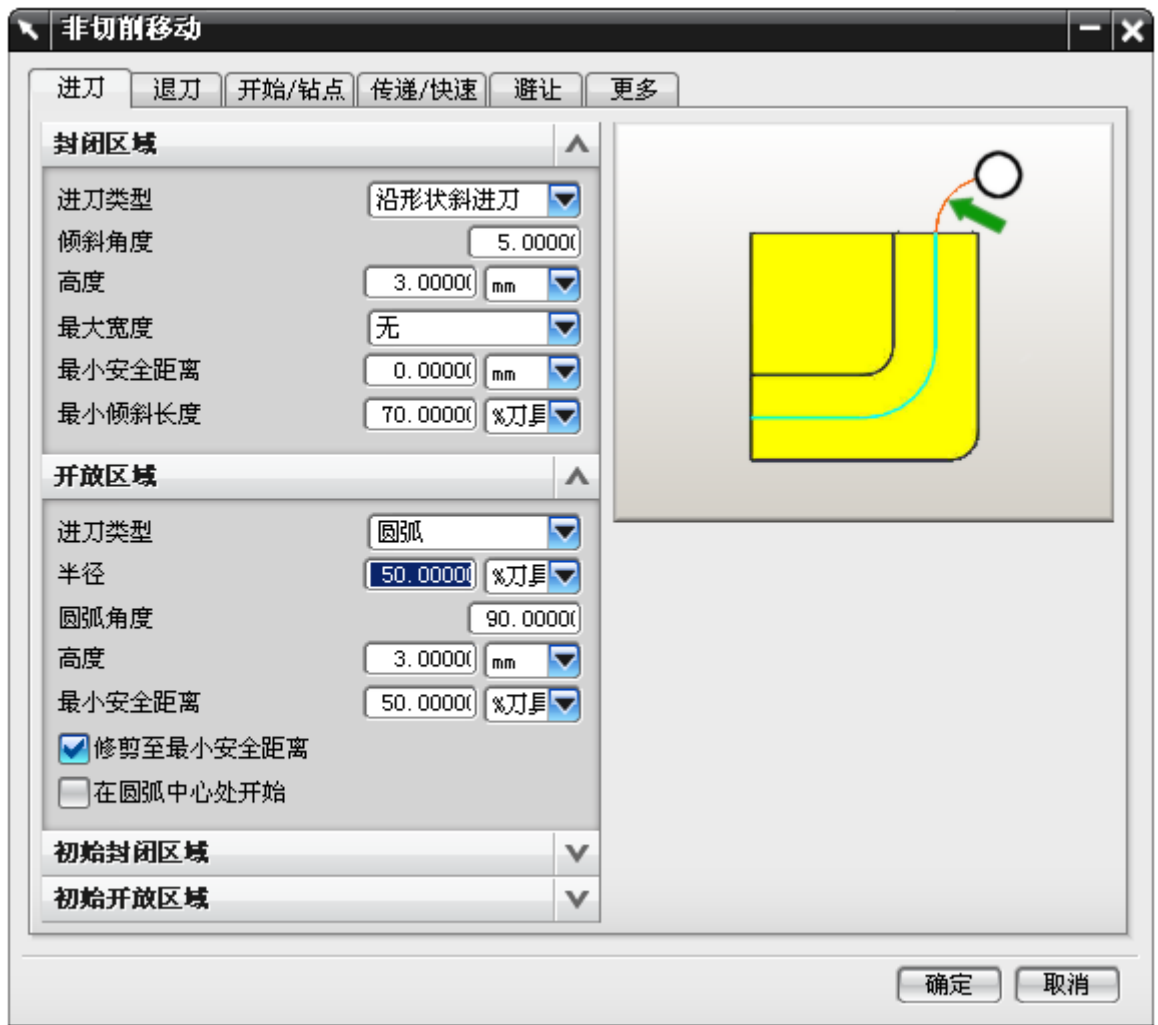

图 4-12
- 单击 , 设置如图 4-12 所示的非切削运动参数, 单击 OK。